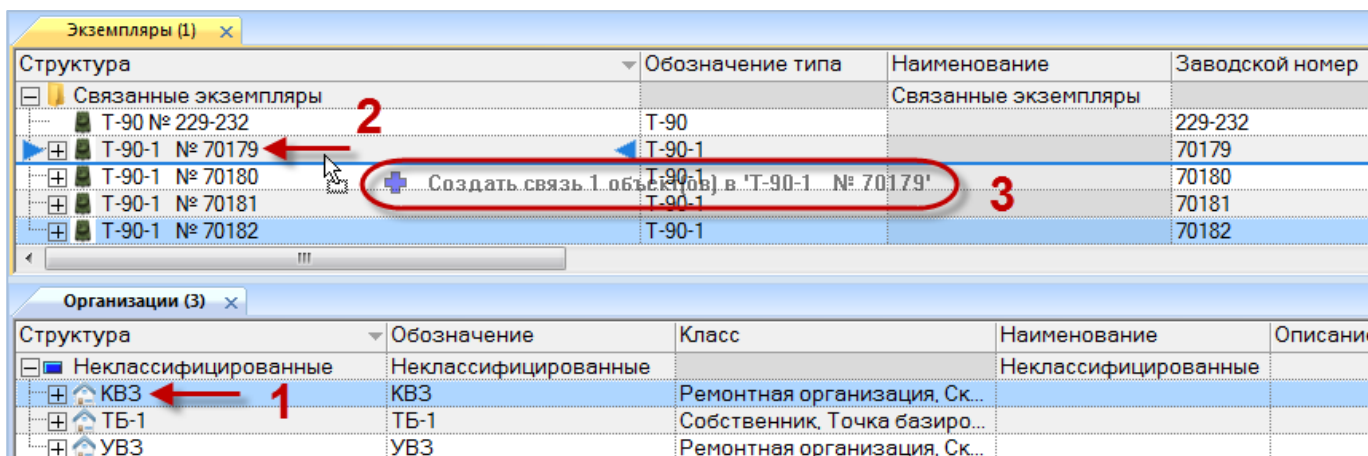

Рис. 20-36 – Переместить организацию к нужному экземпляру в окно «Экземпляры»
2) Переместить организацию из рабочего окна «Организации» (или окна связанных объектов «Организации» для экземпляра) на экземпляр изделия в рабочее окно «Экземпляры» (рис. 20-36).